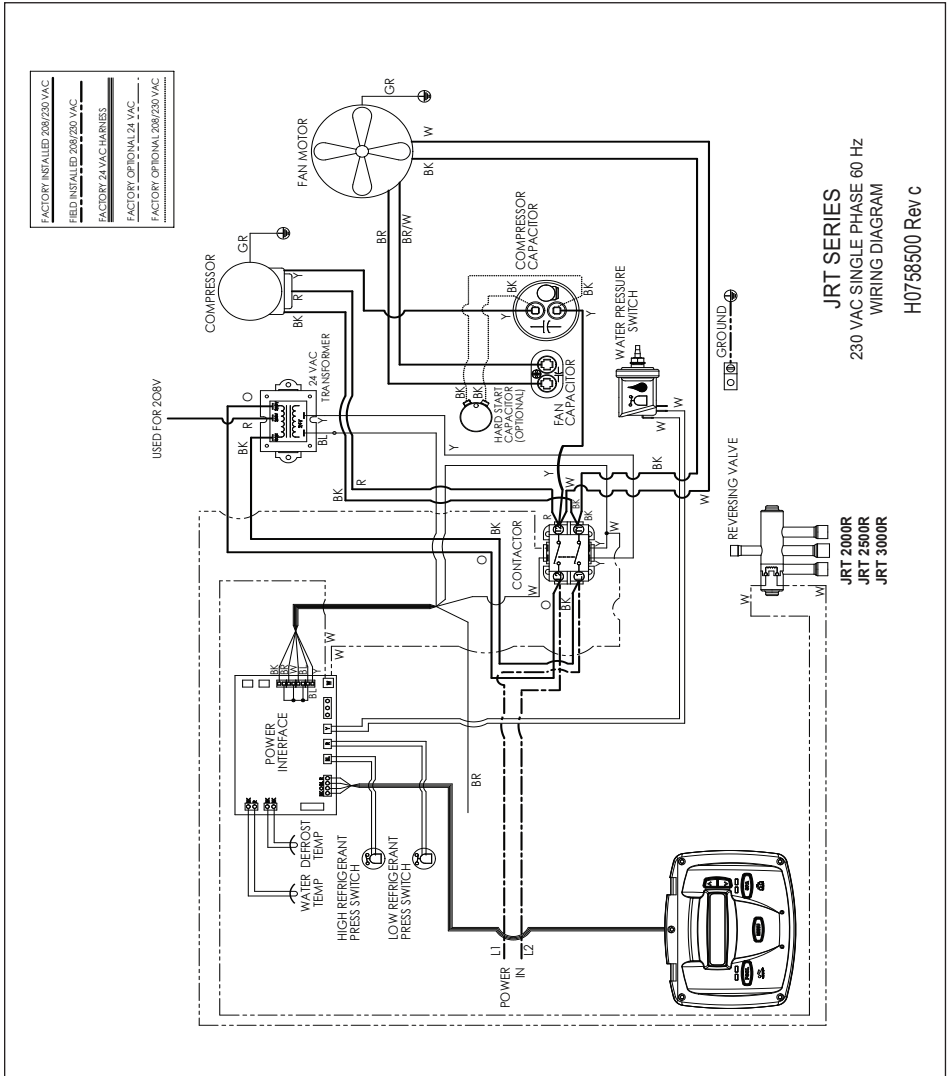
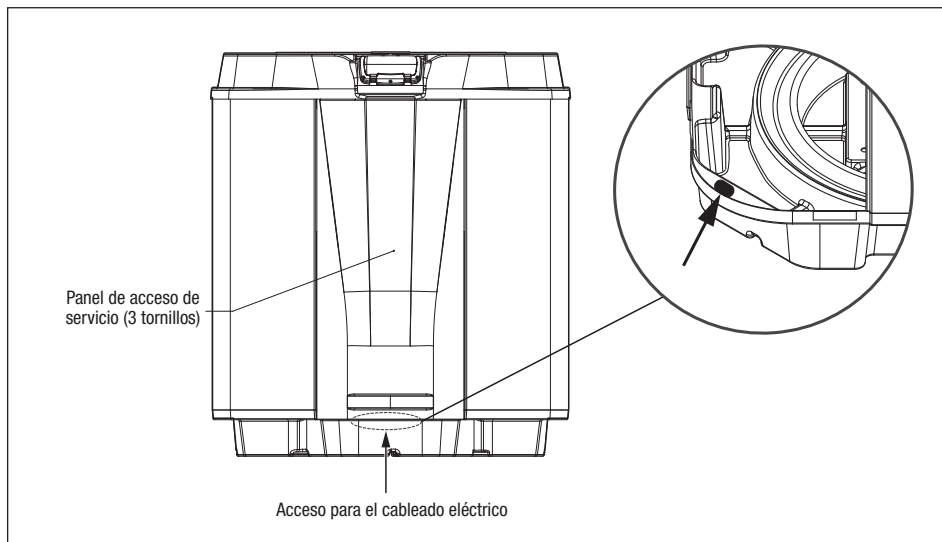

Figura 8. Diagrama de cableado para JRT con suministro eléctrico monofásico
Figura 10. Vista delantera de la bomba de calor Jandy JRT
Las conexiones del cableado deben hacerse exactamente como se muestra en el diagrama de cableado de la parte interior del compartimiento de acceso de la bomba de calor (consulte la *Figura 8* para un cableado eléctrico monofásico). La bomba de calor debe incluir un medio definido de conexión a tierra y conexión equipotencial. Hay un terminal de conexión equipotencial en el lado derecho de la bomba de calor, donde debe conectarse un cable de conexión equipotencial.
2. Extraiga los tres (3) tornillos que conectan el panel de servicio/acceso a la unidad de la bomba de calor (consulte la *Figura 10*).
8. Conecte los cables a los terminales del contactor principal como se indica en el diagrama de cableado. Consulte la *Figura 8*.
2. Extraiga los tornillos que conectan el panel de servicio/acceso a la unidad de la bomba de calor y la cubierta de la caja de conexiones (consulte la Figura 10).
3. Tienda los cables del sistema de control de la piscina/del hidromasaje hasta la conexión de conducto etiquetada "Low Voltage Connection" (Conexión de bajo voltaje) y ubicada en la parte inferior derecha de la bomba de calor (consulte la Figura 10). Asegúrese de que los conductores no estén pellizcados o dañados.
2. Extraiga los tres (3) tornillos que conectan el panel delantero a la bomba de calor y extraiga el panel delantero. Consulte la *Figura 10*.
5. Tienda cuatro (4) cables de cobre macizo 22 AWG hacia adentro de la membrana blanda de bajo voltaje ubicada en la parte inferior izquierda de la bomba de calor. Los cables pueden tener hasta 300 pies (91,4 m) de largo.
6. Conecte los cables en el terminal de 4 posiciones de la esquina inferior izquierda de la placa de PC de la interfaz de energía etiquetada como “User Interface1” (Interfaz de usuario 1). Consulte la *Figura 8*. Los cables se agregarán al cableado existente a la interfaz del usuario instalada en la bomba de calor.